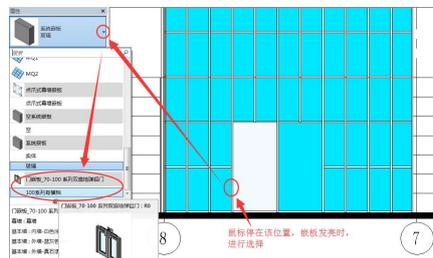

图 6-13 选择嵌板修改类型
•• 鼠标停在嵌板边缘处，按键盘 Tab 键多次直至状态栏显示“幕墙嵌板:系统嵌板:玻璃:R0”，点击鼠标左键选择该嵌板；更改其类型为“100 系列有横档”（图 6-13）。同理，修改右侧嵌板也为“100 系列有横档”。